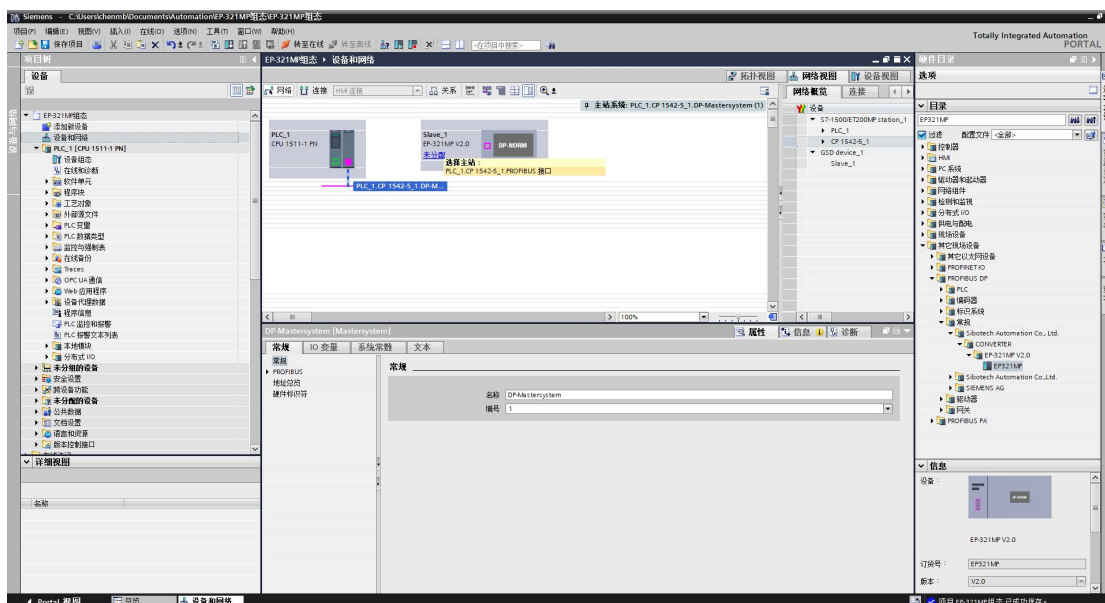

图 15 将 EP-321MP 连入 PROFIBUS 总线
15. 点击“EP-321MP”中的“未分配”，选择“PLC_1.CP 1542-5_1.PROFIBUS 接口”将之与 PLC 的 PROFIBUS 总线连接，如图 15 所示